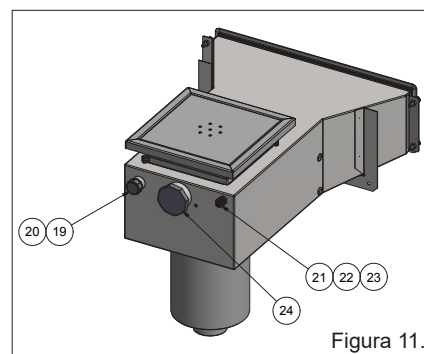

Figura 11.
4. Antes del moldeado; enmascare las bridas expuestas del desagüe de desbordamiento y las aberturas para evitar manchas feas por salpicaduras de hormigón. Las aberturas en el borde trasero del desagüe de desbordamiento para el monitor de nivel, las extensiones y el rellenado se pueden tapar con los tapones incluidos, consulte la figura 11.